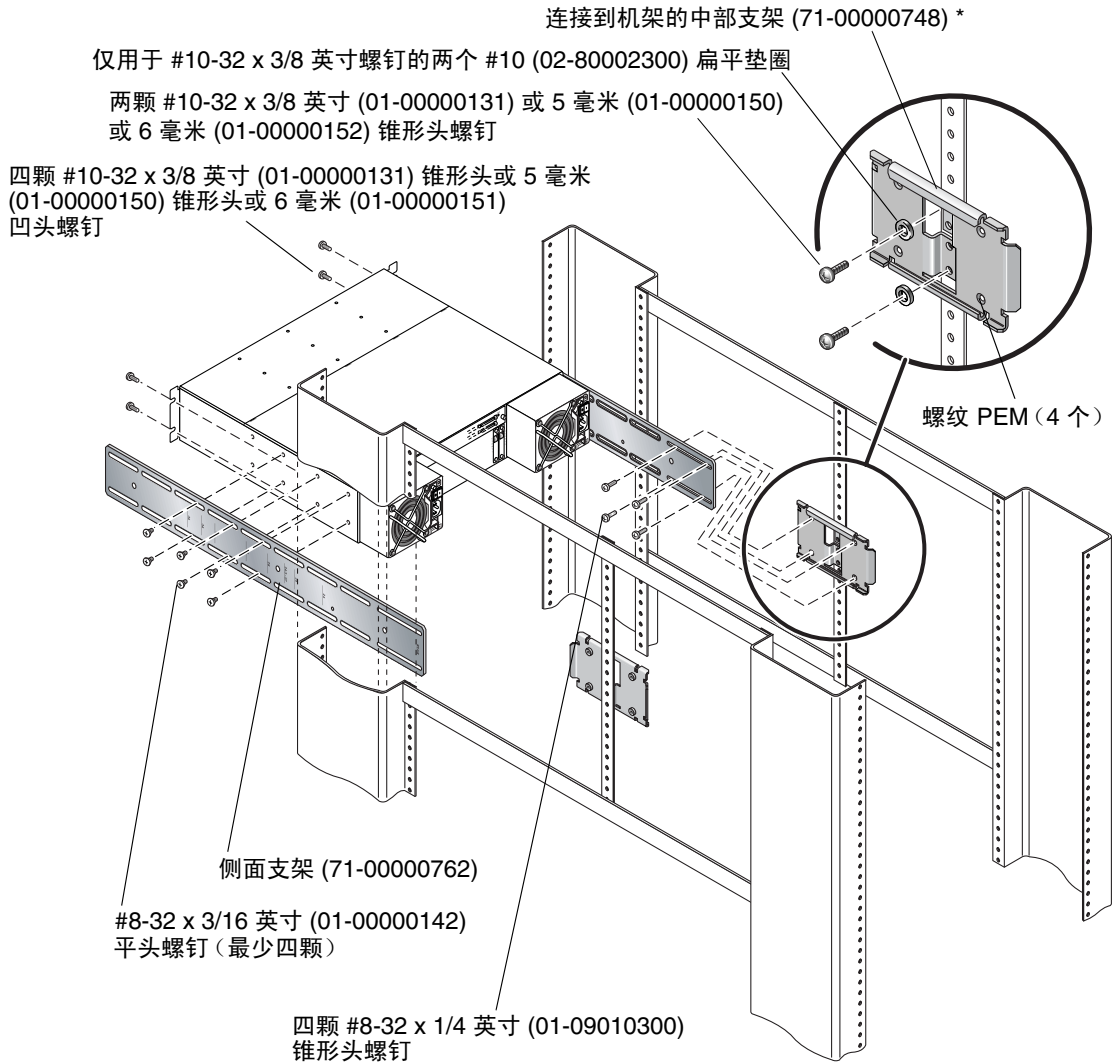

图 2-9 机柜中部支架的机架安装
- a. 至少插入两颗螺钉，穿过侧面支架槽和中部支架孔。（参阅图 2-9。）